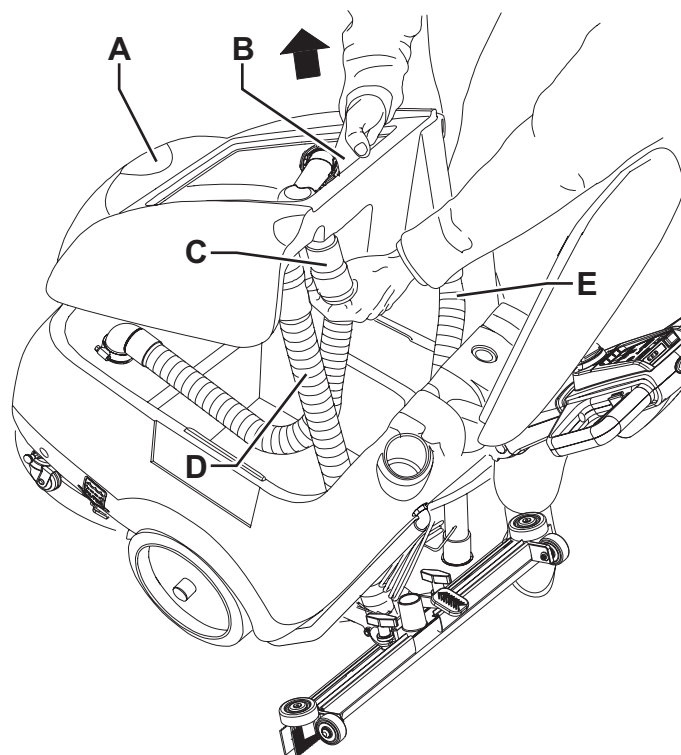

Рис. 4
1. Опорожните бачок с восстанавливающей водой (27), как показано в соответствующем разделе.
3. Убедитесь, что сетевой шнур (21) отсоединен от сети электропитания.
4. Отсоедините вакуумный шланг (22) от швабры (11).
5. Отсоедините спускной шланг восстанавливающей воды (16) от скобы (17).
6. Откройте крышку (6).
7. Захватите бачок с восстанавливающей водой (А, Рис. 4) в зоне (В) и слегка сполосните его.
8. Отсоедините вакуумный шланг (С) от бачка, затем снимите бачок (А) с шлангами (D) и (E).